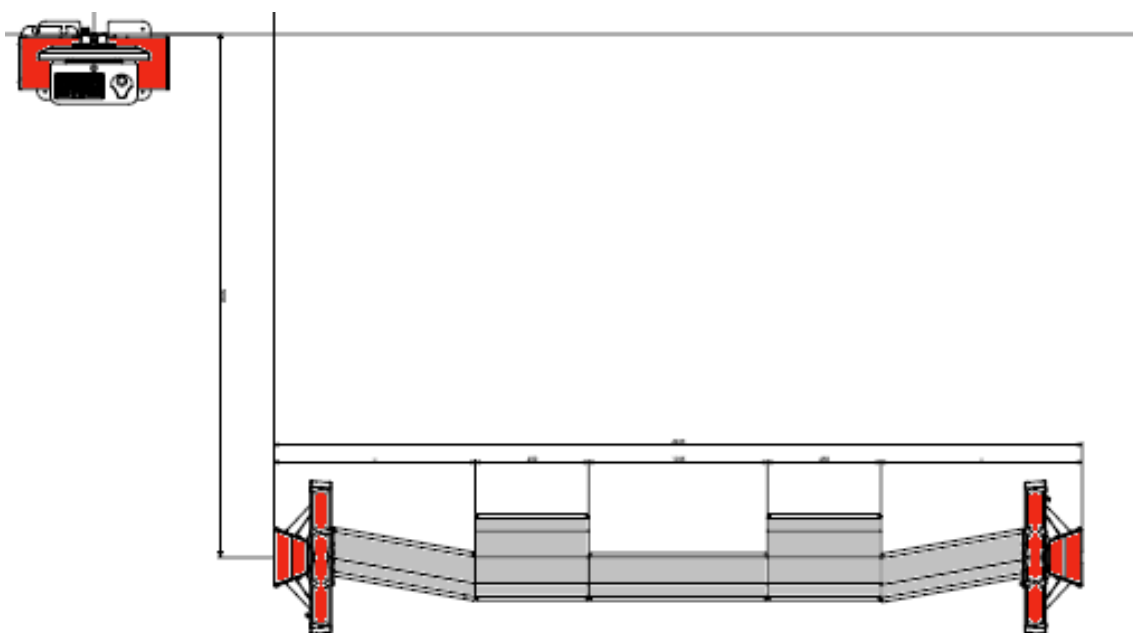

Figura 102 – Configuración básica
- Colocar las diferentes unidades de medición, la unidad central, las plataformas metálicas y los conductos cubre cable siguiendo las indicaciones y las mediciones indicadas en el esquema de la figura 102.
La figura 102 muestra el esquema y la consiguiente área nominal de instalación de un sistema completo. Por consiguiente, el espacio de trabajo dentro del cual se coloca un sistema completo de pre-check para la medición de alineaciones tiene unas dimensiones de  $L \times W \times H = 6,50 \times 3,50 \times 2,50 \text{ m}^3$ .